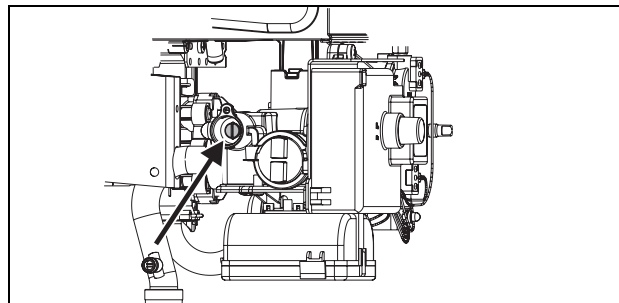

Fig. 15 Parafuso de ajuste de caudal de gás máximo
- ▶ Retirar a selagem do parafuso (Fig. 15).